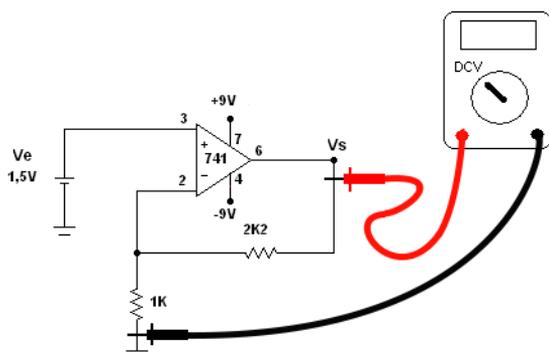
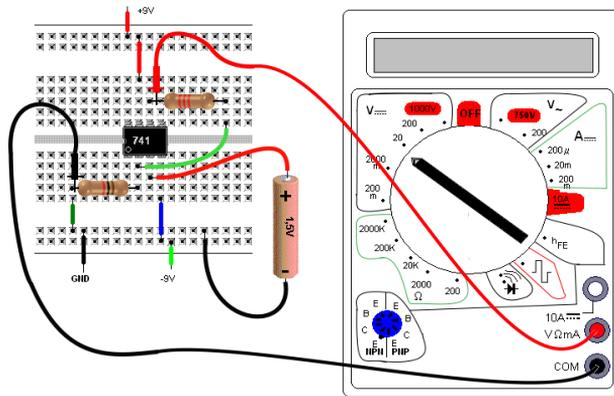

Figura 2 – Amplificador Não Inversor para experiência
Figura 3 – Amplificador Não Inversor - $V_e=1,5V$
- 1) Para o circuito da Figura 2 calcule o ganho ($A_{vf} = V_s/V_e$) em seguida calcule a tensão na saída, V_s , para os valores indicados. Anote esses valores como A_{vf} (calculado) e $V_s(\text{calc.})$
- 2) Monte o circuito da Figura 2 na MP de acordo com a sugestão da Figura 3. Meça o valor exato da tensão da pilha e anote como V_e (efetivo). Meça a tensão de saída e anote.